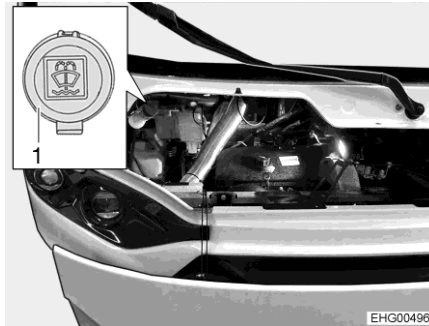

Bild 13 Påfyllningsöppning (spolarvätska)
- Öppna locket (Bild 13,1) på spolarvätskebehållarens påfyllningsöppning.